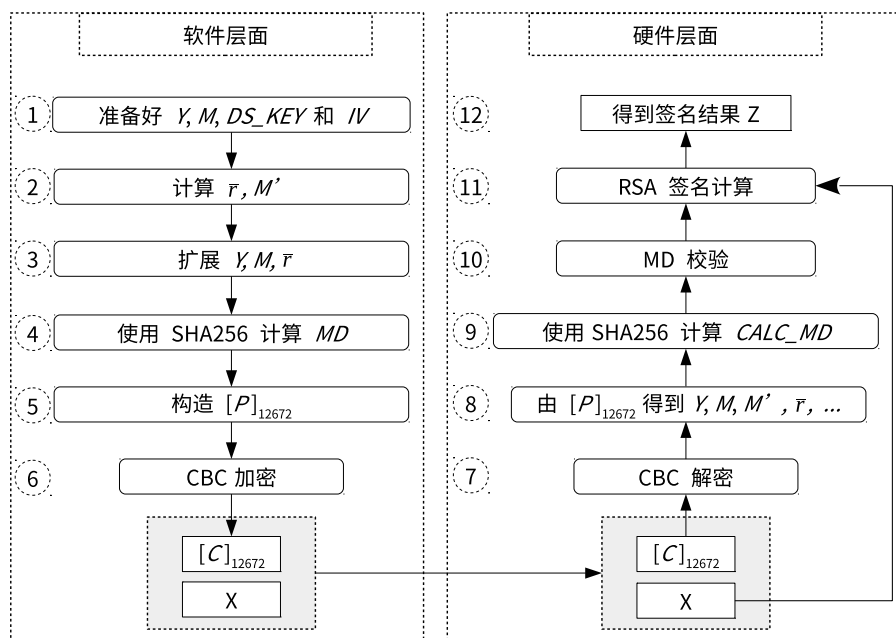

图 22.3-1. 软件准备工作与硬件工作流程
如果用户想使用 DS 模块进行数字签名，软件和硬件必须紧密配合才可以顺利完成，并且软件需要做一系列准备工作，如图 22.3-1 所示。图中左半边给出了在硬件开始 RSA 签名计算之前，软件需要做哪些准备工作。图中右半边展示了硬件在整个签名计算的过程中具体会做些什么。
- 对于多次签名计算，软件准备工作（图 22.3-1 左侧）只需要进行一次，但对于每一次签名计算，硬件运算（图 1-1 右侧）都需要重新进行。
用户需要依照图 22.3-1 指定的步骤来计算 C 。详细的过程描述如下：
1. 解析阶段，即图 22.3-1 中的步骤 7 和步骤 8
解析过程是图 22.3-1 中步骤 6 的逆过程。DS 模块将调用 AES 硬件加速器以 CBC 块模式对输入的密文信息 C 进行解密，获取明文信息。该过程可以表示为 $P = \text{AES-CBC-DEC}(C, [DS\_KEY]_{256}, [IV]_{128})$ ，其中 IV 就是 $[IV]_{128}$ ，由用户直接指定； $[DS\_KEY]_{256}$ 由硬件 HMAC 提供，由存储在 eFuse 中的 $HMAC\_KEY$ 得到，软件无法获取。请参考章节 21 HMAC 加速器 \(HMAC\) 获取更多信息。
2. 校验阶段，即图 22.3-1 中的步骤 9 和步骤 10
DS 模块会执行两种校验操作：MD 校验和填充 (padding) 校验。由于填充校验和 MD 校验同步进行，因此填充校验不在图 22.3-1 中体现。
3. 计算阶段，即图 22.3-1 中的步骤 11 和步骤 12